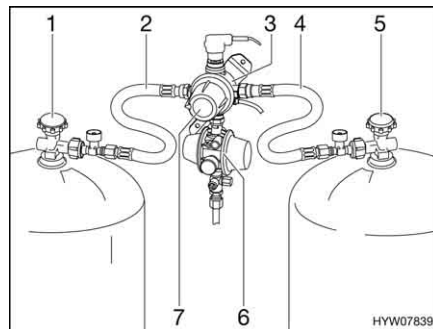
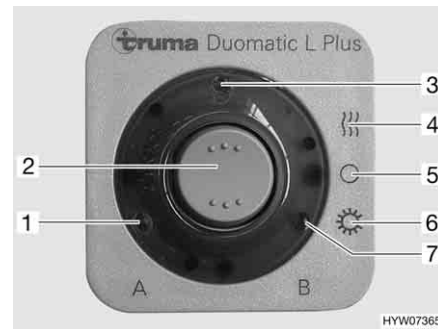

Fig. 106 Impianto di commutazione DuoComfort
Fig. 107 Centralina di controllo
L'impianto di commutazione DuoComfort è costituito da una valvola di commutazione (Fig. 106,3) e da una centralina di controllo (Fig. 107). Il regolatore centrale è montato tra il regolatore di pressione del gas (Fig. 106,6) e i tubi del gas (Fig. 106,2 e 4). Con la manopola (Fig. 106,7) sulla valvola di commutazione è possibile stabilire, quale delle bombole del gas viene utilizzata come bombola in uso e quale bombola del gas viene utilizzata come bombola di riserva.
Sulla centralina di controllo (Fig. 107) possono venire azionate solo le funzioni elettriche. Le valvole principali di arresto delle bombole del gas (Fig. 106,1 e 5) devono essere aperti manualmente.
- Aprire le valvole principali di arresto delle bombole del gas (Fig. 106,1 e 5).
- Con la manopola (Fig. 106,7) sul regolatore (Fig. 106,3) selezionare la bombola del gas, da cui proviene la principale alimentazione del gas (bombola in uso).
- Sulla centralina di controllo (Fig. 107) attivare l'impianto di commutazione DuoComfort.
Posizionare l'interruttore a bilico (Fig. 107,2) su funzionamento invernale "On e riscaldamento" (Fig. 107,4) oppure su funzionamento estivo "On" (Fig. 107,6). La valvola di commutazione è ora disareata. L'indicazione di funzionamento (Fig. 107,3) si accende.
- Portare l'interruttore a bilico (Fig. 107,2) in posizione "O" (Fig. 107,5). L'indicazione di funzionamento (Fig. 107,3) si spegne.
- Chiudere le valvole principali di arresto delle bombole del gas (Fig. 106,1 e 5).
Le spie di controllo sulla centralina di controllo (Fig. 107,1 e 7) segnalano all'interno del veicolo, se le bombole del gas sono pronte al funzionamento.